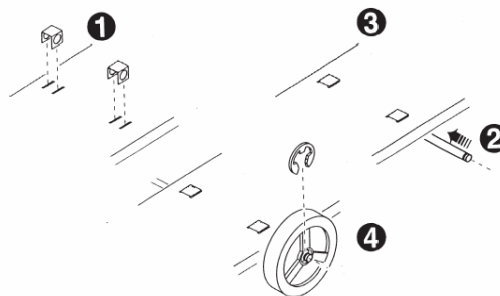

Abbildung 2-2
2.3.2 Montage des Rads wie in Abbildung 2-2